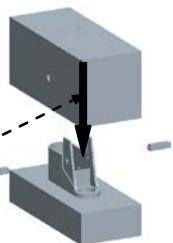
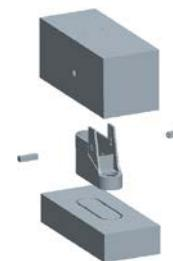

图 19.44 选取移动方向
图 19.45 移动下模和镶块后的状态
Step2. 选取图 19.44 所示的边线为移动方向, 输入要移动的距离值 20, 结果如图 19.45 所示。